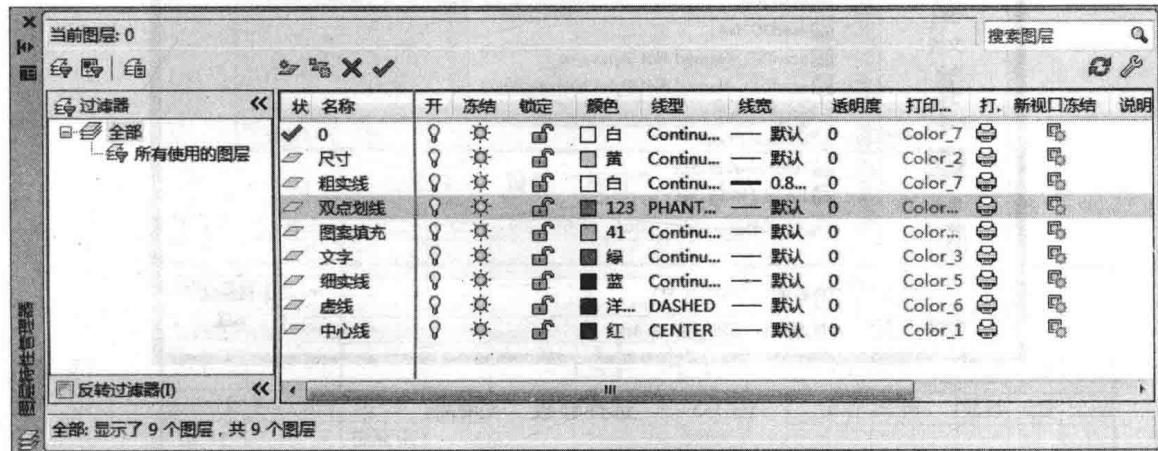

图1-4 设置的图层
- 再单击“新建图层”按钮，并将该图层命名为“粗实线”，接着单击该层的颜色图标，从打开的“选择颜色”对话框中选择“白色”。再将鼠标移动到该图层线型列的“Continuous”处单击，打开“选择线型”对话框，在该对话框中选择“Continuous”线型并单击“确定”按钮，将该图层设置为该线型。再将鼠标移动到该图层的线宽列处单击，打开“线宽”对话框，从中选择0.8mm的线宽并单击“确定”按钮，将该图层的线宽设置为0.8mm。设置完成的“图层特性管理器”对话框如图1-4所示。